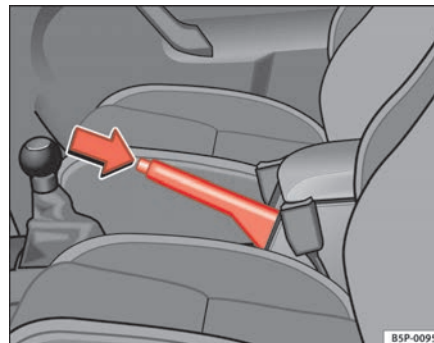

Abb. 105 Handbremse zwischen den Vordersitzen
⇒ Abb. 105.
- Ziehen Sie den Hebel etwas nach oben, drücken Sie die Entriegelungstaste in Pfeilrichtung ⇒ Abb. 105 und führen Sie den Handbremshebel ganz nach unten ⇒ .